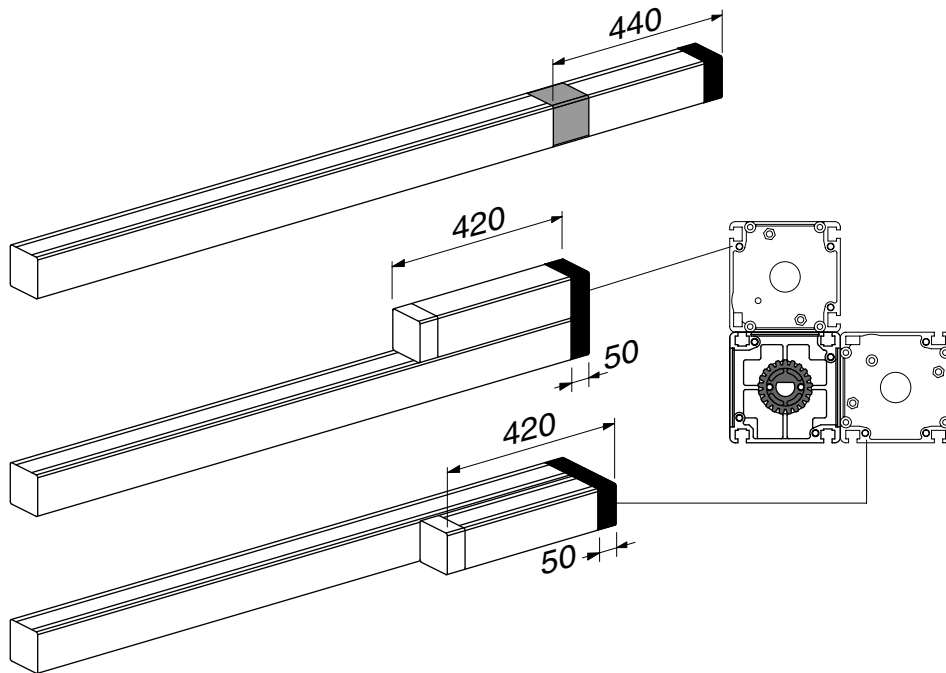

Fig. 1
- A seconda della posizione desiderata ruotare il gruppo motore/quadro seguendo lo schema di fig. 1 (operazione [A] con trimmer VM-RF-TC verso il pavimento oppure operazioni [B] e [C] con trimmer VM-RF-TC in posizione frontale).
- Depending on the desired position, turn the motor/electric board unit as shown in the diagram in fig. 1 (operation [A] with trimmer VM-RF-TC facing the floor or operations [B] and [C] with trimmer VM-RF-TC facing the front).
- Selon la position désirée, tourner le groupe moteur/ armoire selon le schéma de la fig. 1 (opération [A] avec le trimmer VM-RF-TC vers le sol ou bien opérations [B] et [C] avec le trimmer VM-RF-TC en position frontale).
- Je nach gewünschter Position werden Motor und Steuerung nach Abb. 1 gedreht (Vorgang [A] mit Trimmer VM-RF-TC zum Boden hin oder Vorgang [B] und [C] mit Trimmer VM-RF-TC frontal).
- De acuerdo con la posición deseada, girar el grupo motor/tablero siguiendo el esquema de la Fig. 1 (operación [A] con trimmer VM-RF-TC hacia el suelo o bien operaciones [B] y [C] con trimmer VM-RF-TC en posición frontal).